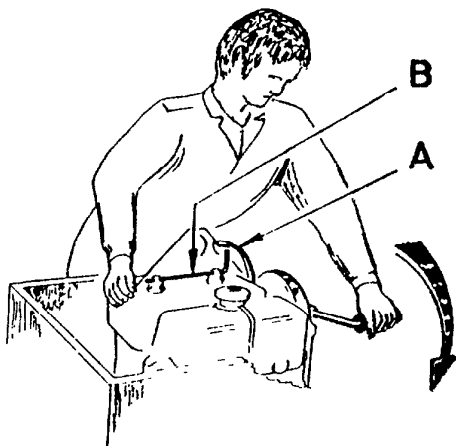

Fig. 39
- Stå på motorens *styrbord side* (fig. 39), og sveiv med *venstre hånd* (unntatt for frontstartsveiv). Høyre hånd på dekompresjonsventilen. Sveiv hurtig, så svinghjulet får god fart.